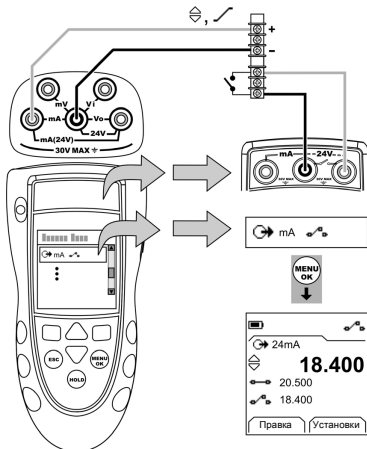

Рисунок 5: Пример конфигурации – Проверка выключателя
1. Подключите прибор (Рисунок 5) и, при необходимости, отрегулируйте *Настройка* (Таблица 1).